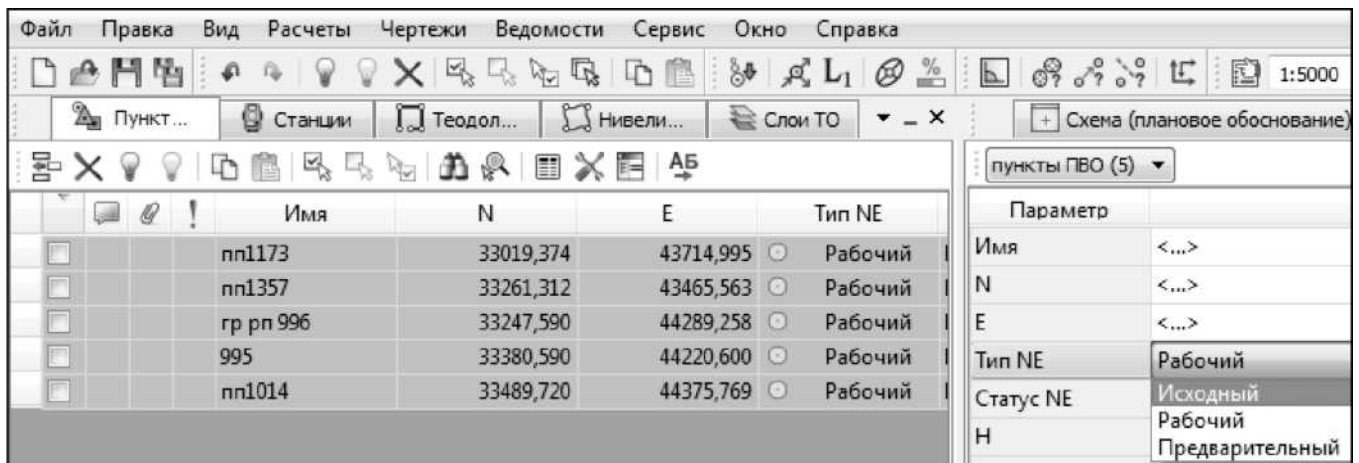

Рис. 3.2
4.1. В колонке Тип XY, измените тип пунктов 995, гр рп 996, пп1173, пп1014, пп1357 на Исходный. Для этого откройте окно Свойство и, указав необходимые пункты, в окне Свойства измените им тип NE (рис.3.2).